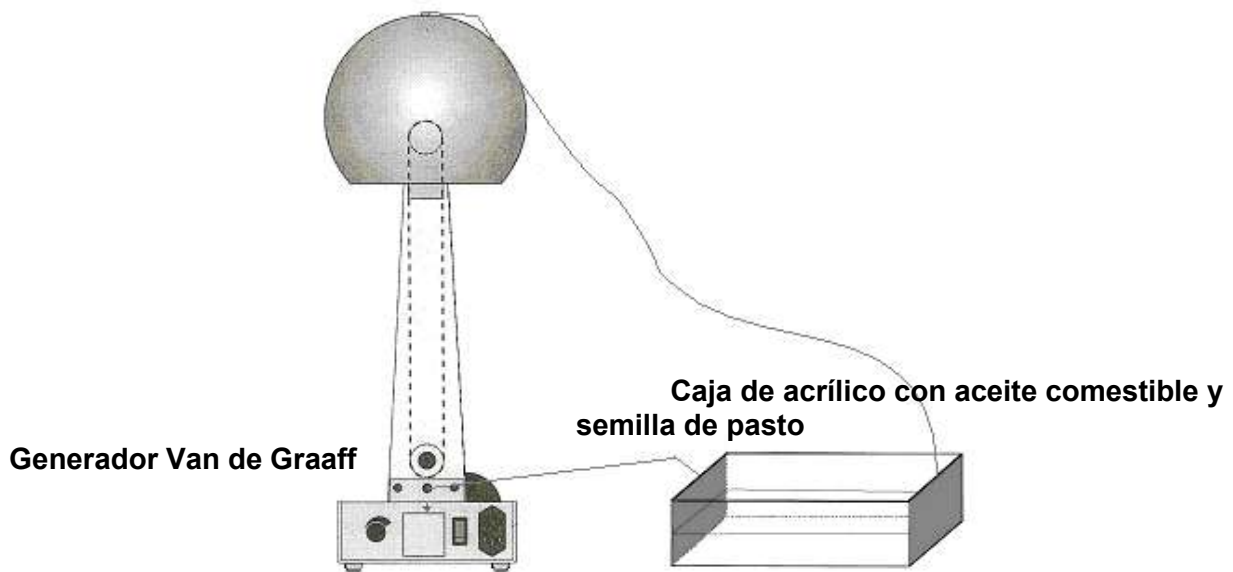

Figura 2.12 Configuración de campo eléctrico
f) Considerar el siguiente dispositivo figura 2.12.